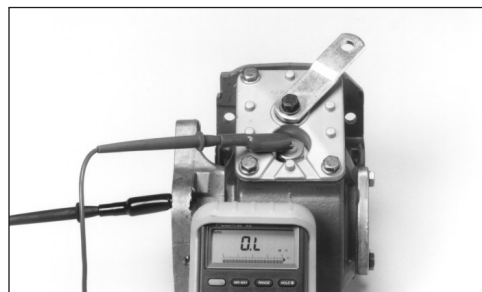

Fig. 23
2. Con la otra sonda, haga contacto con la cubierta de la palanca de cambios o con la carcasa (Fig. 23).